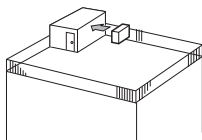

Fig. 2-3
- (1) Direcione a saída de ar para a parede mais próxima a uma distância de 35 cm. (Fig. 2-3)